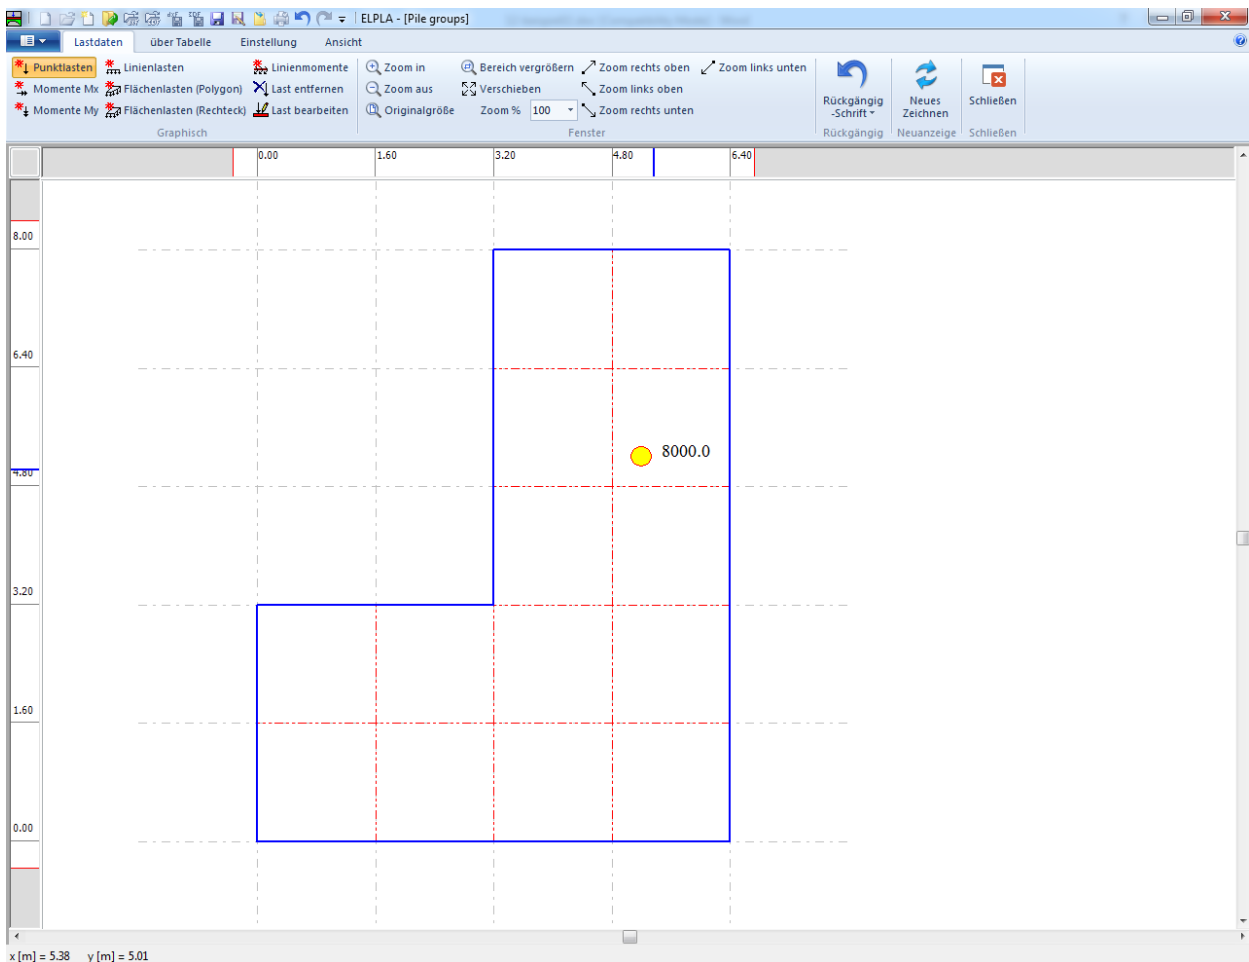

Bild 11.32 Einzellast auf dem Bildschirm
Nach der Definition aller Lastdaten sollte der Bildschirm wie das folgende Bild 11.32 aussehen.
- Wählen Sie "Speichern" aus dem "Datei"-Menü im Bild 11.32, um die Lastdaten zu speichern
- Wählen Sie "Schließen" aus dem "Datei"-Menü im Bild 11.32, um zum Hauptfenster des Programms *ELPLA* zurückzukehren